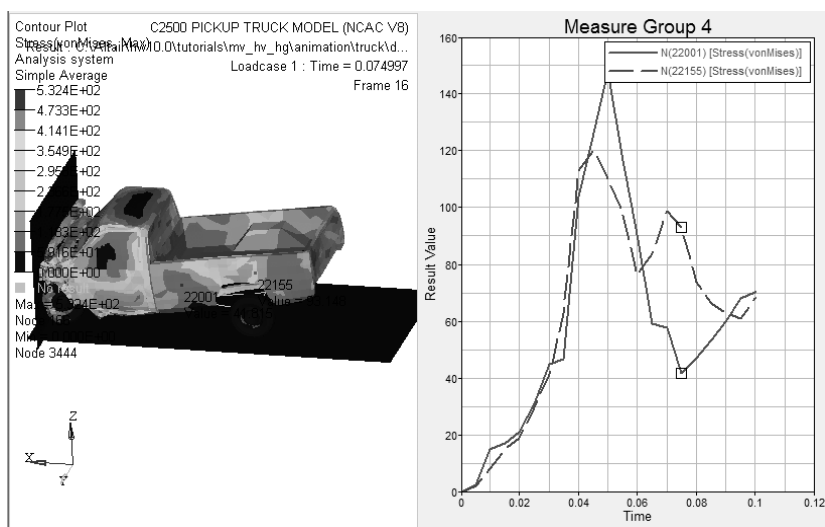

图 13-39 动态更新等效应力测量结果
(5) 单击 Apply 按钮。Apply 按钮可能被视图控制面板挡住，单击视图面板右侧浅绿色细条，可以关闭视图控制面板。
(6) 关闭 Plot preview。
(7) 按下〈Ctrl〉键，选择节点列表中两个节点。
(8) 将 Place curve on 切换成 New Plot。
(9) 激活 Live link 选项，此选项将在运行动画时动态更新曲线数值。
(10) 单击 Apply 按钮，效果如图 13-39 所示。